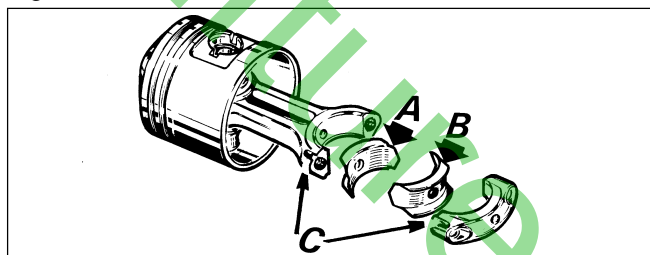

Fig. 12
- S'assurer aussi que les deux semi-cages sont correctement positionnés et que les repères sur le chapeau de bielle sont alignés (voir Fig. 12).